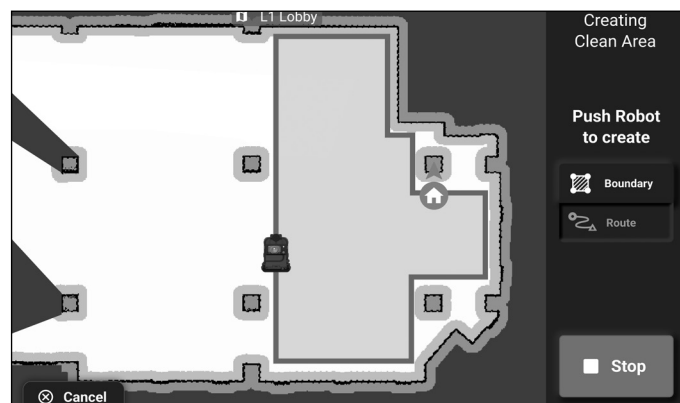

Abbildung 34
14. Beim Erstellen des Reinigungsbereichs kann zwischen Begrenzung und Route umgeschaltet werden (**Abb. 34**).
15. Wenn Sie zufrieden sind, drücken Sie „Stop“ (**Abb. 34**).